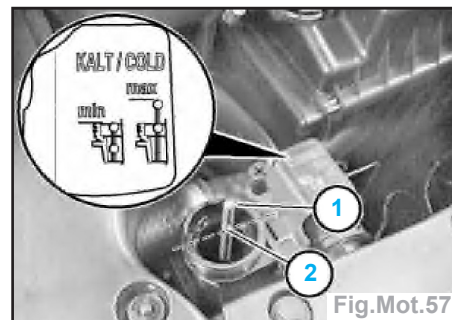

Fig.Mot.57
Le repère (2) se trouve alors dans un même plan avec le bord supérieur du vase d'expansion (Fig.Mot.57).